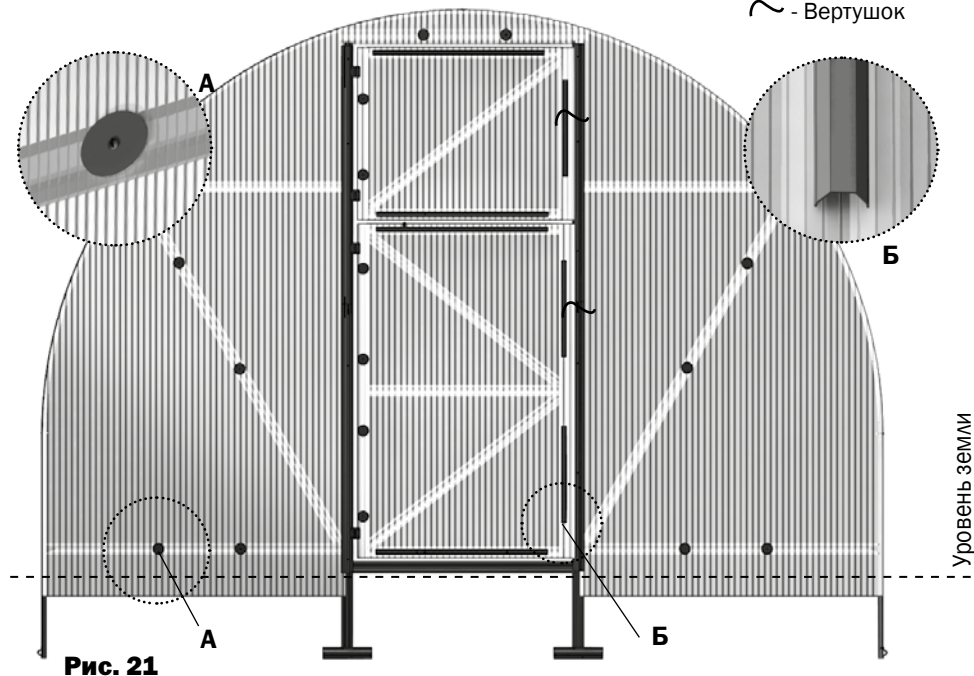

Рис. 21
2. Установите боковые куски покрытия торца в соответствии с **рис.15**. Придерживая кусок покрытия, закрепите его винтами с шайбами по деталям **11** и **8 (рис.21)**. Отверстия для винтов выполняются сверлом диаметром 4 мм изнутри теплицы через готовые отверстия в деталях каркаса.
3. Состыкуйте детали **9-3** и **9-4 (рис.16)** и установите их в соответствии с **рис.17** и **рис.20**, оставляя отверстия под вертушки. Вырежьте куски покрытия для установки над дверными проемами и установите их, закрепив шайбами (**рис.21**)
5. Закрепите куски покрытия на форточки и двери по стороне навеса петель шайбами, а по другим сторонам - прижимами (**рис.21**), предварительно закрыв соты (оклеив их скотчем). По сторонам, противоположным петлям покрытие должно выступать за каркас на 15 мм (**рис.20**)
7. Шайбы и прижимы на торце устанавливаются в соответствии с **рис.21**.